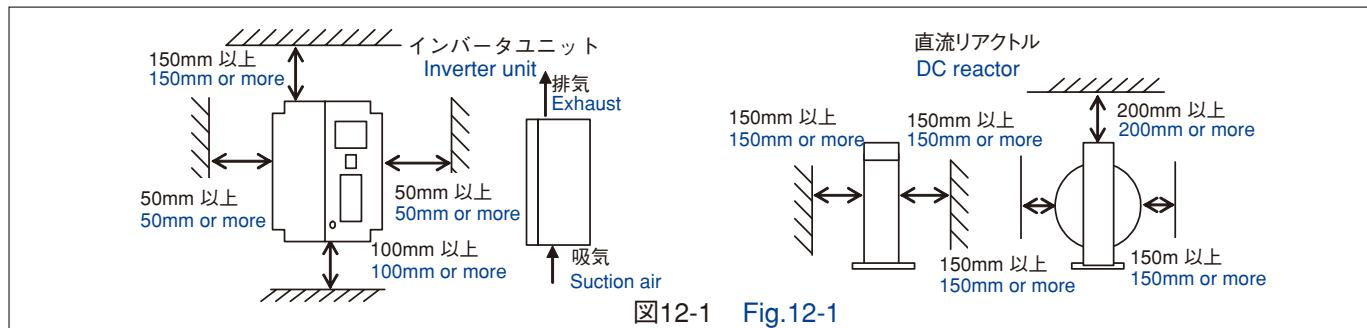

図12-1 Fig.12-1
- (3) 冷却スペースの確保
- ・VF66Bインバータ本体および直流リアクトル (DCL) *1の設置については、図12-1を目安に冷却スペースを設けてください。(図12-1は7.5kW以下の例です。11kW以上は倍の寸法を確保してください) また、周辺に発熱する機器がある場合には、ユニットの冷却に影響ないように配置にしてください。
When installing VF66B inverter unit and DC Reactor*1 , keep cooling spaces as shown in Fig.12-1. (Fig.12-1 are examples of inverters 7.5kW or less. For inverters of 11kW or more, secure spaces twice as large as those shown below.)